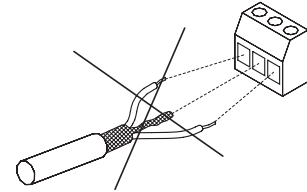

Рис. 39. Не подключайте экран скрученными концами
- Избегайте подключения экрана с помощью скрученных концов. См. рис. 39. Вместо этого используйте кабельный хомут или ЭМС резьбовой кабельный зажим.